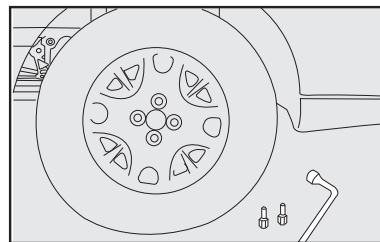

fig. 8
10) apertar os parafusos utilizando a chave de roda específica **fig. 8**;